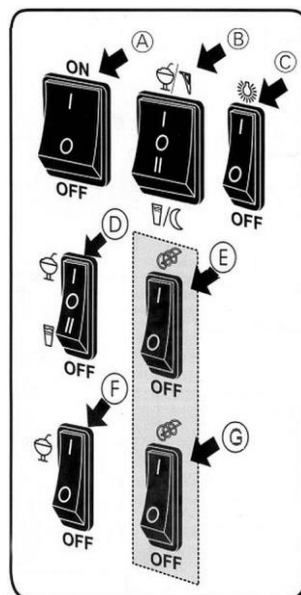

Fig. 4
2. Slå på huvudströmbrytaren (A, Fig. 4) till läget "I".
3. Vrid spindelns på/av-brytare (E) för tank 1 och (G) för tank 2 till läget "I".
4. Omkopplare (B), (D) och (F) till "I"-läget för att aktivera kyl-/frysläget.
5. Ställ vid behov LED-belysningsomkopplaren (C) till läge "I" för att belysa tankarna.